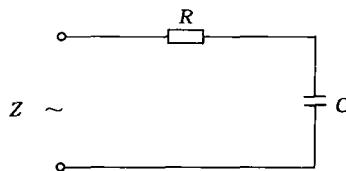

图 2-3  $R - C$  电路
(2)  $R - C$  串联电路, 如图 2-3 所示。